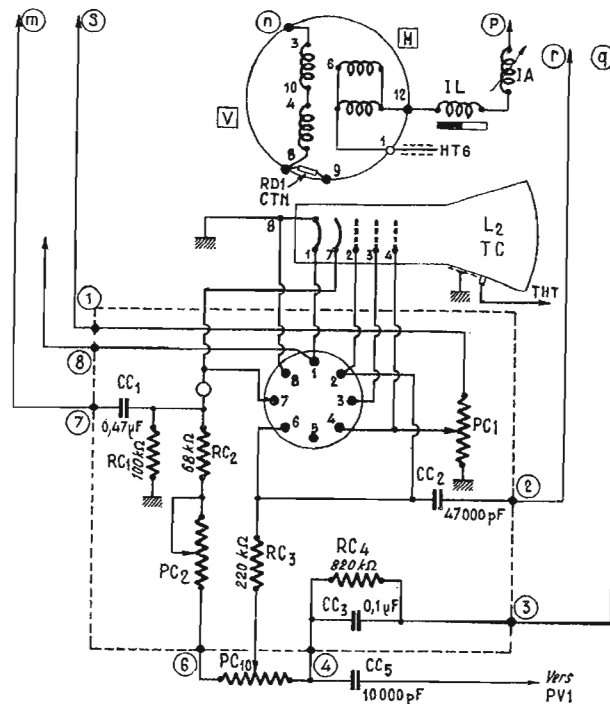

FIG. 13
Il doit être alimenté en tension filament, en HT pour l'anode accélératrice, en THT pour l'anode finale : des réglages de luminosité, concentration, doivent être prévus. La figure 13 donne le schéma de montage du tube et des dispositifs et circuits associés.
d) Mettre PC10 en position maximum de lumière. Ce potentiomètre est monté entre les points 6 et 4 (fig. 13) dans le diviseur de tension prévu pour cathode et wehnelt.